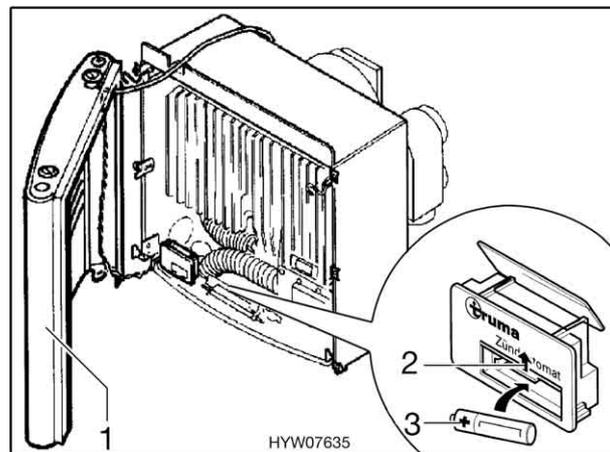

Bild 103 Heizung geöffnet
- Verkleidung (Bild 103,1) seitlich anstellen, damit die Anschlusskabel für das Warmluftgebläse sowie für die Zünd-Kontroll-Lampe nicht ausgesteckt werden müssen.
- Batteriefachabdeckung (Bild 103,2) nach oben schieben.
- Neue Batterie (Bild 103,3) gleichen Typs polrichtig (+/-) einsetzen. Nur temperaturbeständige (+70 °C) und auslaufsichere Mignon-Batterien verwenden.